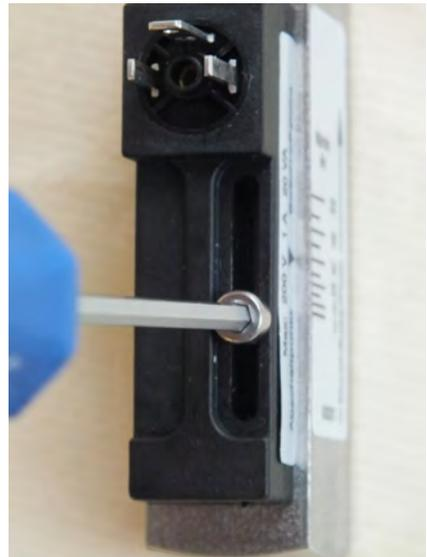

Abb. 32: Feststellschraube lösen
1.  Die Feststellschraube des Schaltkontaktes (Abb. 32) mit einem Sechskant-Schraubendreher lösen.
- 3.** Feststellschraube des Schaltkontaktes (Abb. 32) mit einem Sechskant-Schraubendreher wieder anziehen. Dabei Schrauben-Anziehdrehmoment beachten.